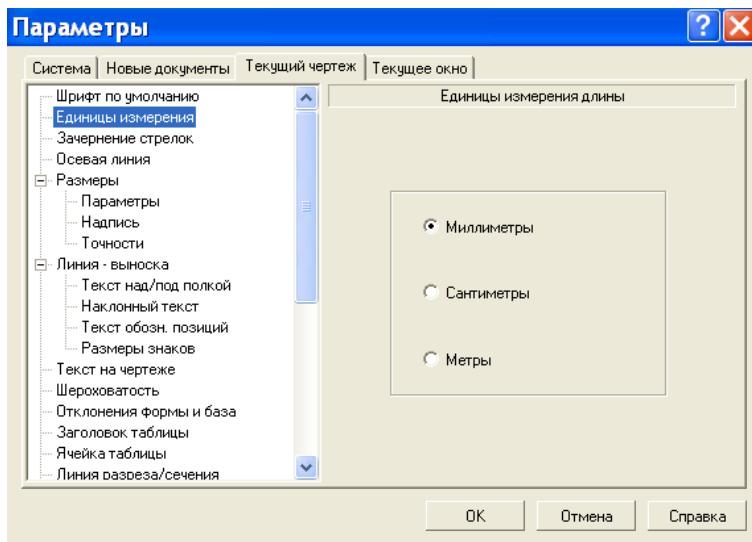

Рисунок 8.6 – Диалоговое окно Параметры с открытой вкладкой
- выбрать пункт *Единицы измерения*. В правой части появится панель для установки единицы измерения, показанная на рисунок 8.6.